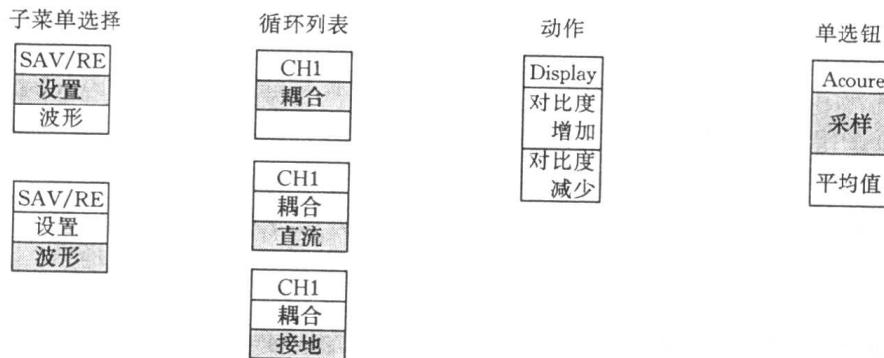

图 1-3 示波器菜单功能举例示范
1. 子菜单选择。对于某些菜单，可使用面板上部的选项按钮来选择两个或三个子菜单。每次按下某个按钮时，选项显示提示都会随之改变。例如，按下“保存/调出” SAV/RE 按钮，然后按下菜单对应的顶端选项按钮，示波器的菜单显示将在“设置”和“波形”间进行切换，如图 1-3 所示。
2. 循环列表选择。每次按下这类选项按钮时，示波器都会将参数设定为不同的值。例如，按下“CH1 菜单”按钮，然后按下耦合对应的顶端选项按钮，那么“耦合”方式将在直流、交流、接地之间进行选项切换，如图 1-3 所示。
3. 动作选择。当按下“动作选项”按钮时，示波器显示会立即给出动作选项的类型。例如，按下“显示菜单” Display 按钮，然后再按下“对比度增加”对应的选项按钮，这时示波器屏幕会立即改变对比度的显示深度，如图 1-3 所示。
4. 单选钮选择。示波器为区分每一选项的内容，使用不同的显示环境提示。每个当前选择的选项被加亮为黑色衬底显示文字。例如当按下“采集菜单” Acquire 按钮时，示波器会显示不同的采集模式选项。要选择某个选项，可按下相应按钮，相应的选项被加亮，如图 1-3 所示。